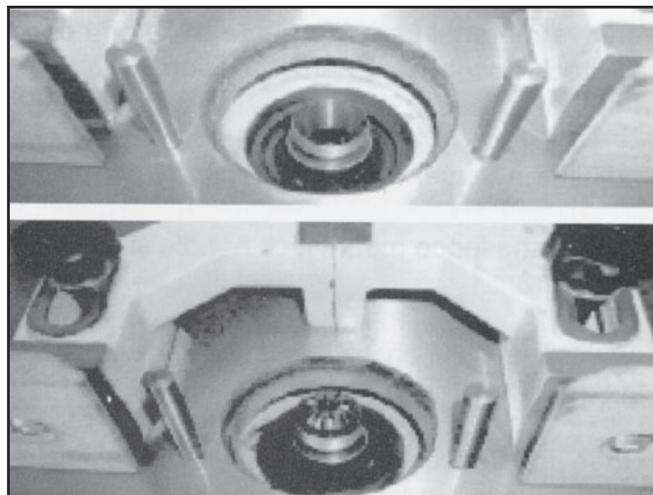

Figura 11
- Inserte la broca buriladora en el cartucho del pivote. Vea la Figura 11.